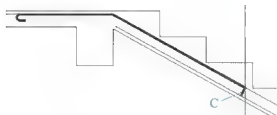

图 5.80 绘制 1 号负弯矩筋 4
⑥ 在指定下一个点或 [圆弧 (A)/ 半宽 (H)/ 长度 (L)/ 放弃 (U)/ 宽度 (W)]：提示下，输入“A”，表示要画圆弧。
⑦ 在指定圆弧的端点或 [角度 (A)/ 圆心 (CE)/ 闭合 (CL)/ 方向 (D)/ 半宽 (H)/ 直线 (L)/ 半径 (R)/ 第二个点 (S)/ 放弃 (U)/ 宽度 (W)]：提示下，输入“A”并按 Enter 键，表示要以指定角度的方法画圆弧。
⑧ 在指定包含角：提示下，输入“180”并按 Enter 键，指定圆弧的旋转角度为逆时针 180°。
⑨ 在指定圆弧的端点或 [圆心 (CE)/ 半径 (R)]：提示下，打开【正交】功能，将光标垂直向下拖动，然后输入“40”。
⑩ 在指定圆弧的端点或 [角度 (A)/ 圆心 (CE)/ 闭合 (CL)/ 方向 (D)/ 半宽 (H)/ 直线 (L)/ 半径 (R)/ 第二个点 (S)/ 放弃 (U)/ 宽度 (W)]：提示下，输入“L”并按 Enter 键，表示要画直线。
① 在指定下一个点或 [圆弧 (A)/ 半宽 (H)/ 长度 (L)/ 放弃 (U)/ 宽度 (W)]: 提示下, 向右水平拖动光标, 然后输入 “36” 并按 Enter 键, 结果如图 5.80 所示。